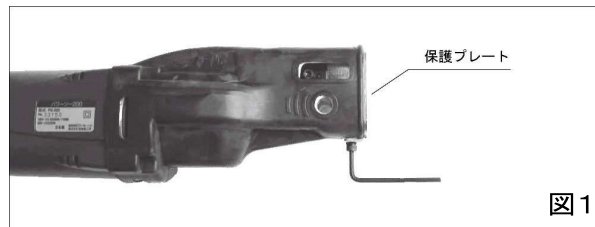

図１
- ① 「パワーソー２００」に取り付けられている「保護プレート」を外します。（図１）